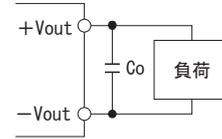

図2.12 出力側外付コンデンサ接続方法
■ TUHSシリーズは基本的に出力側外付コンデンサは不要ですが、接続することでリップル電圧の低減や出力電圧変動を改善することができます。接続方法を図2.12に示します。